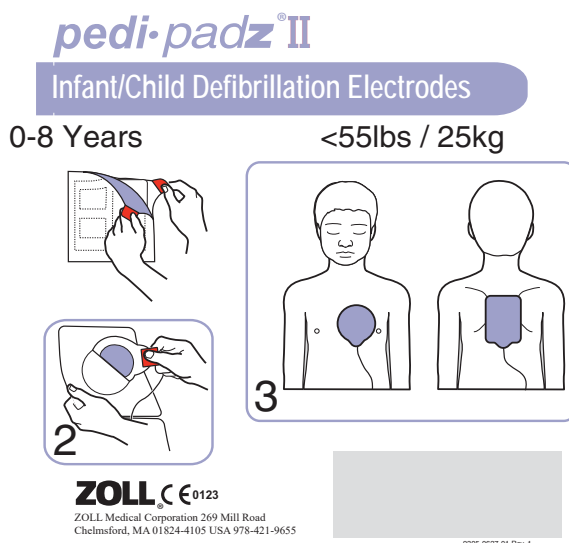

Abbildung 6: Anbringen der Pedi-padz II
1. Reißen Sie die Elektrodenpackung auf und entfalten Sie die Innenpackung, um die Elektroden freizulegen. Bringen Sie die Elektroden entsprechend den Abbildungen auf der Packung am Patienten an (siehe Abbildung 6).
2. Ziehen Sie die Schutzfolie von der runden Elektrode ab und legen Sie die Elektrode wie in Abbildung 6 gezeigt auf den Brustkorb des Patienten auf.
4. Drehen Sie den Patienten auf den Bauch. Ziehen Sie dann die Schutzfolie von der rechteckigen Elektrode ab und legen Sie die Elektrode wie in Abbildung 6 gezeigt auf den Rücken des Patienten auf.